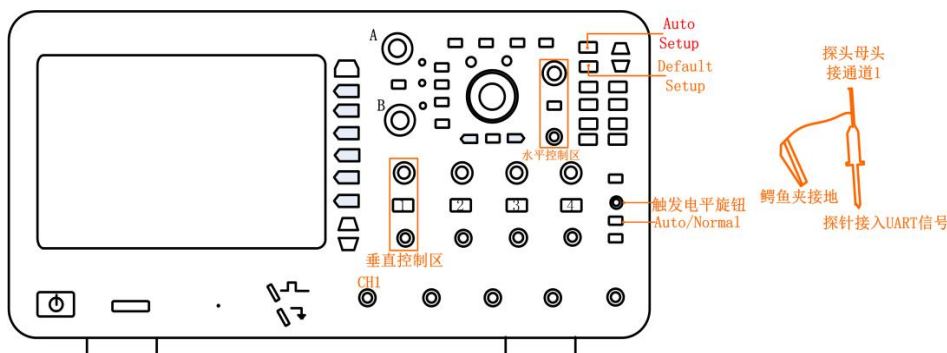

图 10.6 UART 协议连接线路
- 1、在通道 1 中接入 UART 协议，其中探头 BNC 接口接通道 1，探针接 UART 协议 (TXD)，鳄鱼夹接地，如图 10.6；